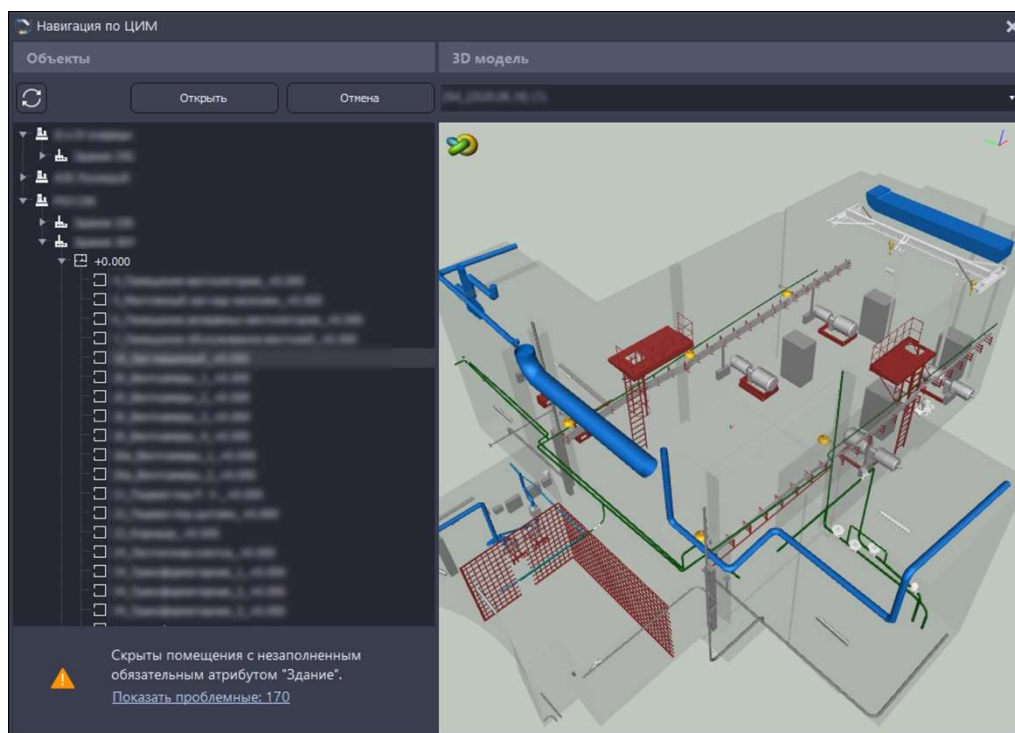

Рисунок 4.3 – Окно «Навигация по ЦИМ» с отображением 3D модели выбранного помещения.
- Выбор помещения: открывает окно «Навигация по ЦИМ» (см. рис. 4.3).
– кнопка выбора помещения в структуре ОИАЭ: открывает окно «Навигация по ЦИМ» для выбора помещения (см. рис. 4.3).